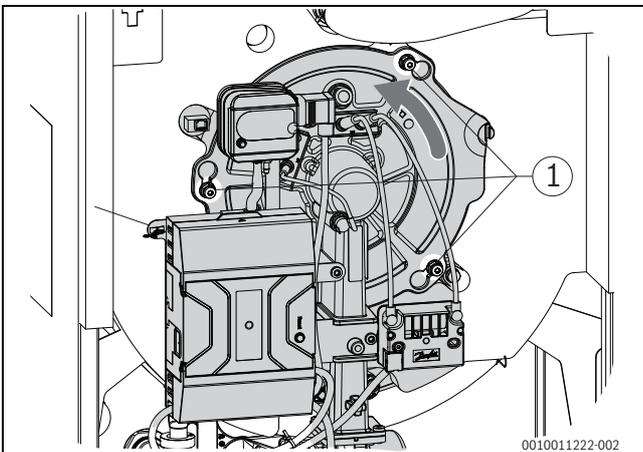

Bild 8 Befestigungsmuttern lösen
- ▶ Drei Befestigungsmuttern (→Bild 8, [1]) lösen.